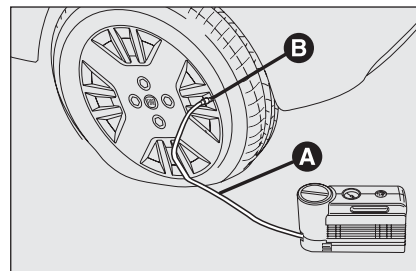

fig. 15
- ☐ **Accionar el freno de mano.** Aflojar el capuchón de la válvula del neumático, sacar el tubo flexible de llenado **A**-fig. 15 y enroscar la tuerca **B** en la válvula del neumático;